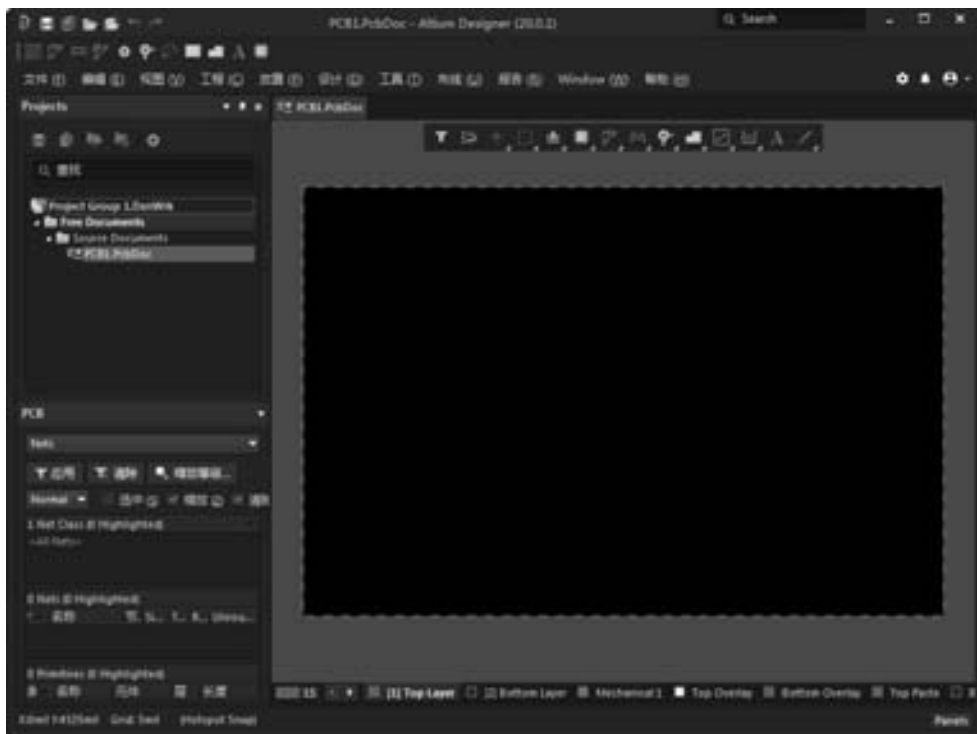

图 2-39 默认的 PCB 图
- 01** 新建 PCB 文件，使之处于当前的工作窗口，如图 2-39 所示。默认的 PCB 图为带有栅格的黑色区域，包括 13 个工作层面。